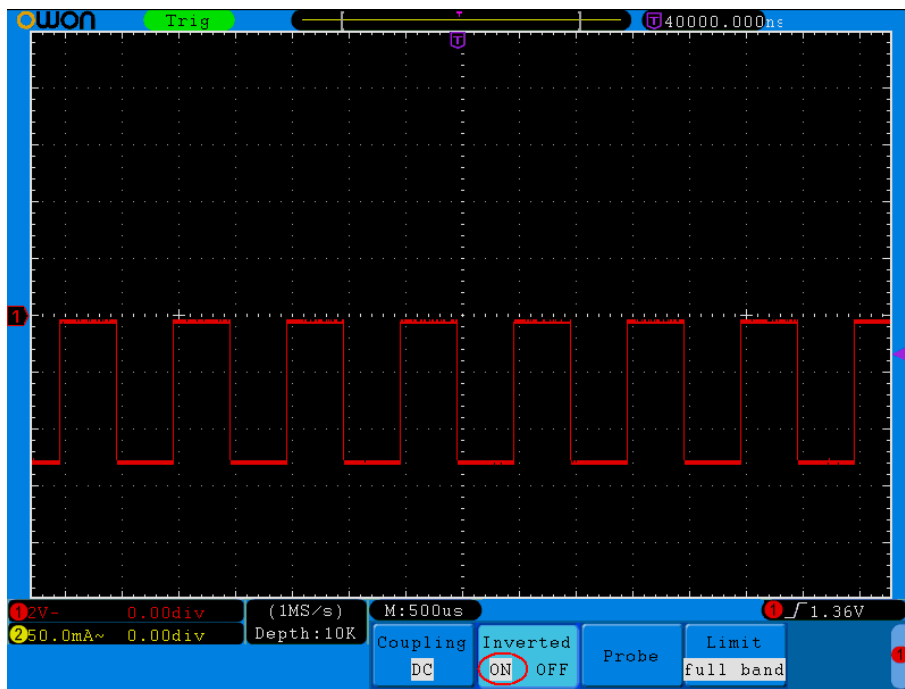

Figure 5-7 Ondulation inversée
- (1) Appuyer sur le bouton **MENU CH1** pour afficher le menu CH1 SETTINGS.
- (2) Appuyer sur le bouton de sélection menu **H2** et sélectionner **ON** pour l'élément **Inverted**. L'ondulation est inversée comme indiqué dans la Figure 5-7.